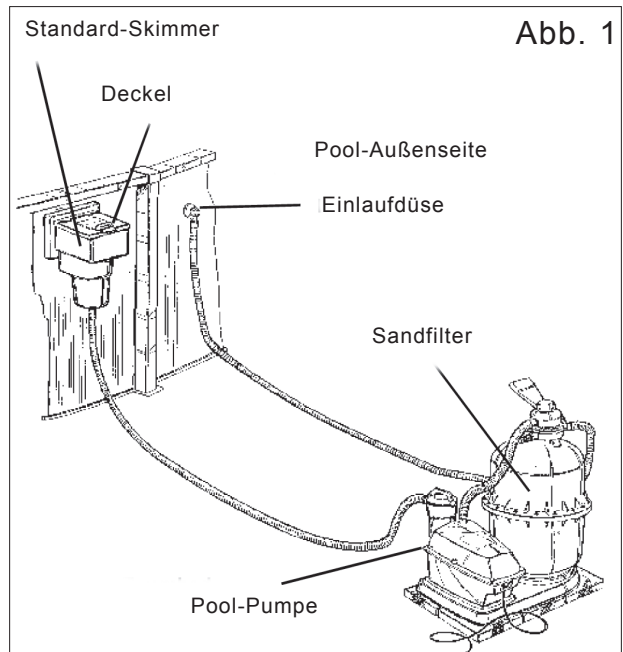

Abb. 1
2. Die Tiefe des Aushubs hängt von der Höhe des Schwimmbeckens und der gewünschten Terrasse ab. Benutzen Sie die in Abbildung 1 angegebenen Maße, um zu berechnen wie tief der Aushub sein muss.